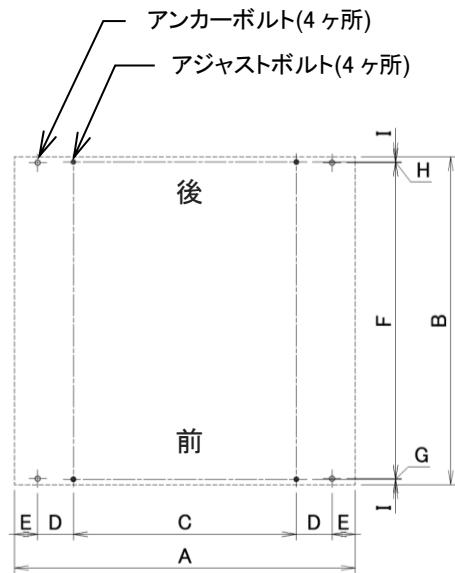

図 4-2
- 機械の据付は、機械自重による床荷重(590kg/m^2)に充分耐えられる所で、かつ、水平な所であれば、特別な基礎工事の必要はなく、簡易基礎にて水平を出し、4 本のアンカーボルトにて固定するだけで充分です。ただし、特に地盤の弱い所は、(図 4-2)を参照の上基礎工事をしてください。また、機械の据付は水平器を用いて、左右は水平にし、機械の前後方向は機械前側が少し上がり気味になるように据付してください。